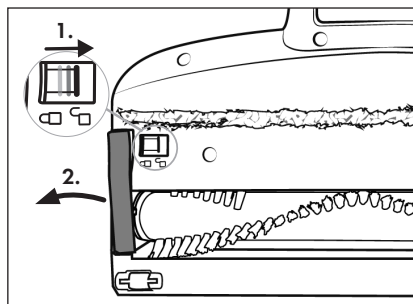

Fig. 24
- 2) Déverrouillez le rouleau brosse 21 en faisant glisser le dispositif de déverrouillage du rouleau brosse 19 avec le doigt vers le symbole  (ouvert). Retirez alors le support pour rouleau brosse 20 de la brosse de sol 22 (voir fig. 24).